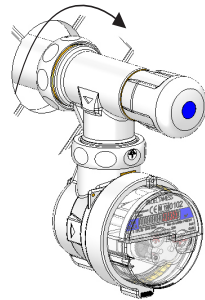

Bild 4 (Endmontage)
- Das Eckgehäuse mittels Überwurfmutter auf das Mantelrohr aufschrauben (Bild 4).